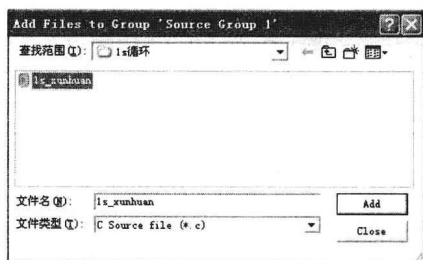
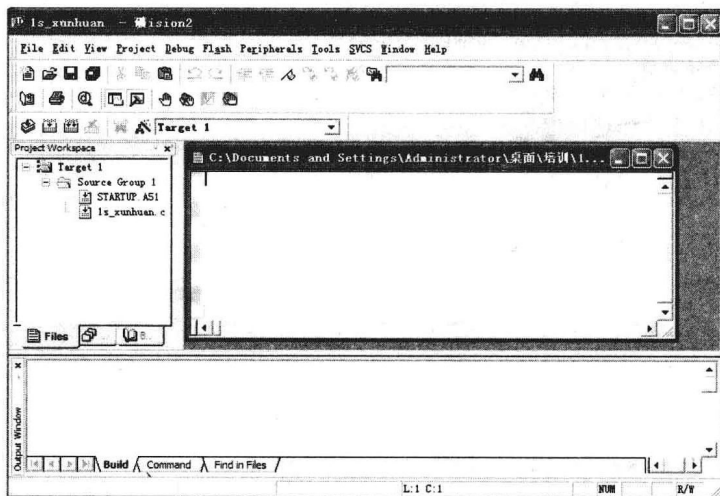

图 1-9 添加文件到组对话框
图 1-10 添加完成后的界面
(8) 右击“工程管理窗口”中的 Source Group 1 文件夹，在弹出的快捷菜单中选择 Add Files to Group ‘Source Group 1’ 命令，弹出如图 1-9 所示的对话框。选择 1s_xunhuan 文件，单击 Add 按钮。然后单击 Close 按钮可以看到 1s_xunhuan.c 文件已经被添加到 Source Group 1 文件夹中，如图 1-10 所示。接下来就可以在文本编辑框中编写程序了。